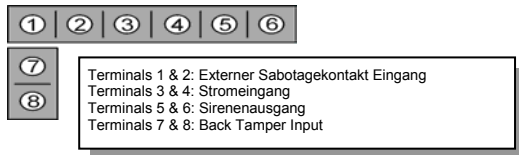

Figure 2: Kabelanschlusskontakte
4. Verbinden Sie einen 12VDC oder 9VAC, 500mA Transformator mit den Hauptanschlusskontakten 3 und 4 (Polarität spielt keine Rolle) – sehen Sie Abbildung 2.